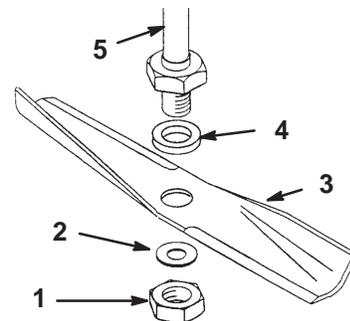

Bild 28
2. Entfernen Sie die Mutter, die beiden Scheiben und das Messer (Bild 28).
- Setzen Sie die dicke Scheibe, das Schnittmesser, die dünne Scheibe und die Mutter auf (Bild 28).